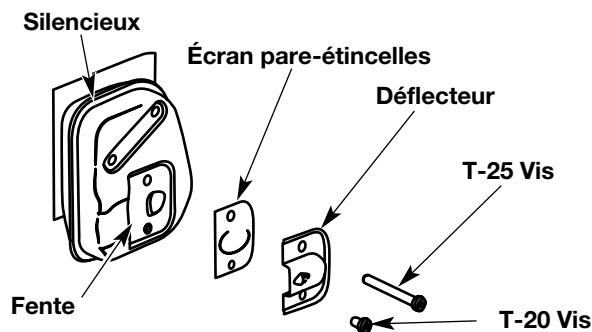

Fig. 41
2. Retirez la vis retenant le couvercle du pare-étincelles au silencieux à l'aide d'un tournevis à lame plate ou à mèche no. T-20 Torx et no. T-25 Torx (Fig. 41).